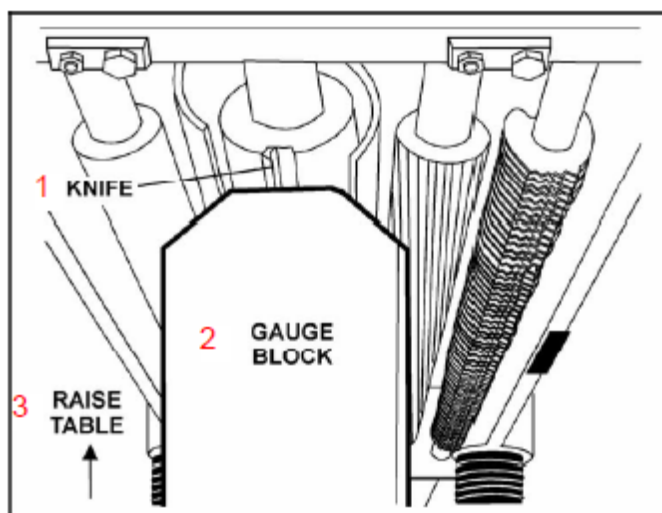

Рис. 21: 1 – нож, 2 – подъем стола, 2 - калибр
2. Поставить калибр (рис. 21) на рабочий стол непосредственно под режущей кромкой ножа или режущей пластины, как показано на рисунке. Привести в легкий контакт с режущей кромкой, немного приподняв стол.